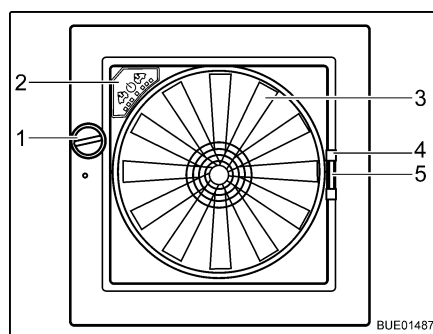

Fig. 49 Oblò Omni-Vent
- Apertura:** ■ Ruotare la manopola (Fig. 49,1), finché non si raggiunge l'angolo di apertura desiderato.
- Chiusura:** ■ Ruotare la manopola (Fig. 49,1), finché l'oblò non è completamente chiuso.
- Chiusura:* ■ Tirare la protezione contro gli insetti per la maniglia (Fig. 49,4) verso il lato opposto del telaio.
- Chiusura:* ■ Serrare la maniglia (Fig. 49,5) dell'oscurante.
Se l'oblò è aperto, l'abitacolo può essere ventilato e sfiato con il ventilatore a 6 stadi (Fig. 49,3). Il ventilatore si controlla dal quadro di comando (Fig. 49,2).